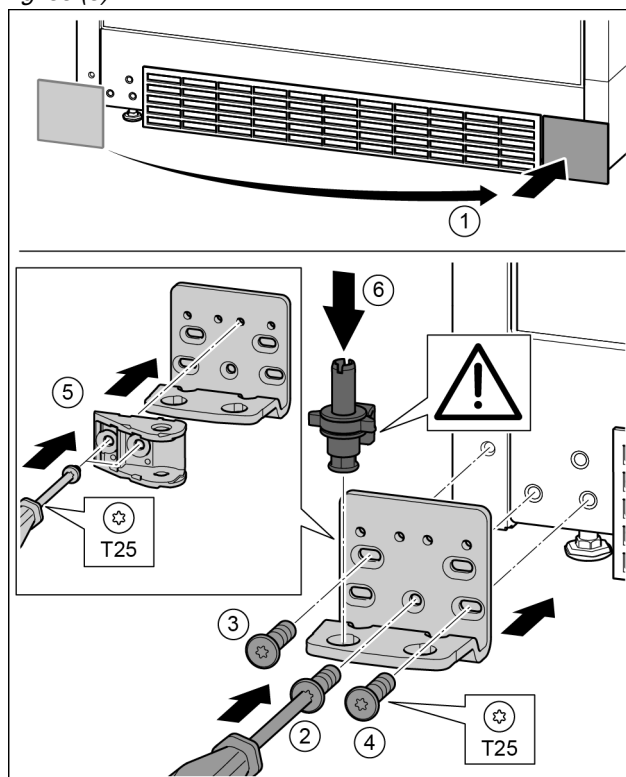

Fig. 36
- ▶ Snemite pokrov in ga namestite na drugi strani. Fig. 36 (1)
- ▶ Ležajni podstavek namestite na drugo stran in privijte s pomočjo izvijača T25. Pričinite z vijakom 2 spodaj na sredini. Fig. 36 (2)
- ▶ Privijte vijaka 3 in 4. Fig. 36 (3, 4)
- ▶ Spoj blažilnika za zapiranje vrat obrnite za 180°. Na drugi strani ležajnega podstavka privijte z izvijačem T25. *Fig. 36 (5)*
- ▶ V celoti vstavite ležajni sornik. Pri tem pazite na to, da je zaskočni zapah obrnjen nazaj. *Fig. 36 (6)*